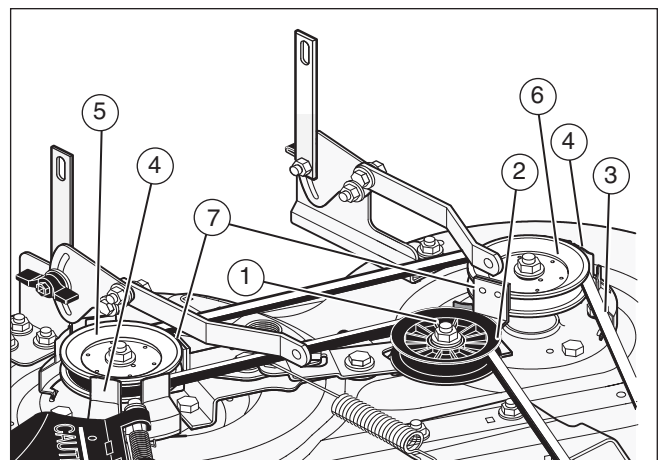

Figura 10
9. Controllare il funzionamento del freno della lama. Girare a mano le puleggie. Verificare che i cuscinetti del freno (7) siano premuti fermamente contro le puleggie (Figura 10).
11. Controllare i cuscinetti del freno della lama (7). Figura 10). Se i cuscinetti sono eccessivamente consumati o danneggiati, sostituire i gruppi dei cuscinetti del freno. Parti di ricambio corrette e assistenza sono disponibili presso un centro di assistenza autorizzato.